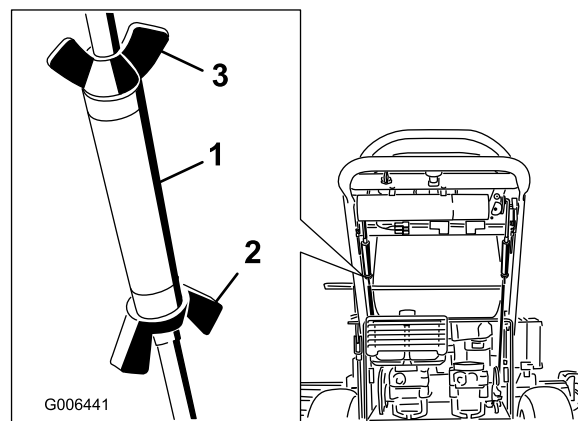

Figura 30
3. Fissate il tornichetto in posizione con i dadi ad alette (Figura 30).
5. Fissate il tornichetto in posizione con i dadi ad alette (Figura 30).